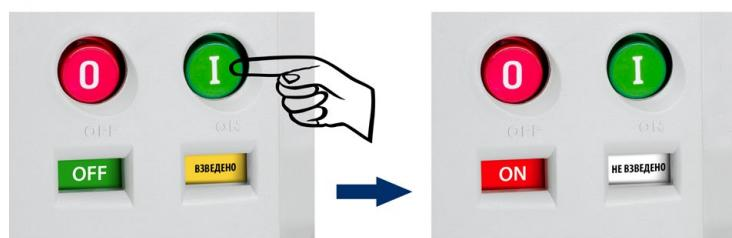

**Рисунок 28 – Управление выключателем**
4.6.1.2 Когда замыкающая пружина будет полностью взведена, ее указатель покажет «ВЗВЕДЕНО», смотри рисунок 28.